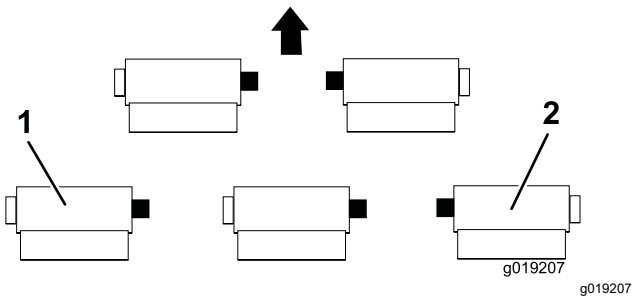

Bild 3
4. Befestigen Sie die Anschlaghalterung des rechten Seitmähwerkkopfs mit zwei Schrauben, Muttern und Scheiben innen am rechten Seitmähwerkkopf (Bild 3).